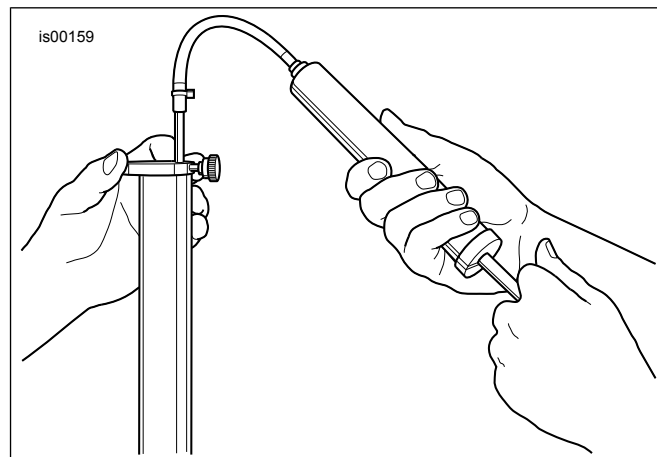

Figura 5. Îndepărtați excesul de ulei de furcă (HD-59000B)
- a. Consultați Figura 5 . Alegeți din kit indicatorul de nivel ulei furcă frontală (HD-59000B).